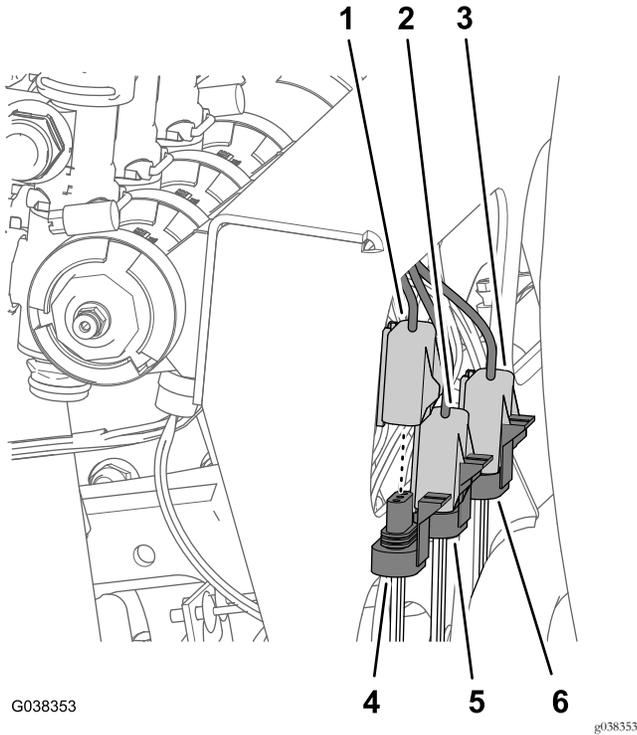

図 56
1. LEFT SPRAY VALVE というラベルの付いたピンのバルブハーネスを、左散布バルブ用の3ソケットコネクタに接続する 図 56。
2. CENTER SPRAY VALVE というラベルの付いたピンのバルブハーネスを、中央散布バルブ用の3ソケットコネクタに接続する 図 56。
3. RIGHT SPRAY VALVE というラベルの付いたピンのバルブハーネスを、右側散布バルブ用の3ソケットコネクタに接続する 図 56。